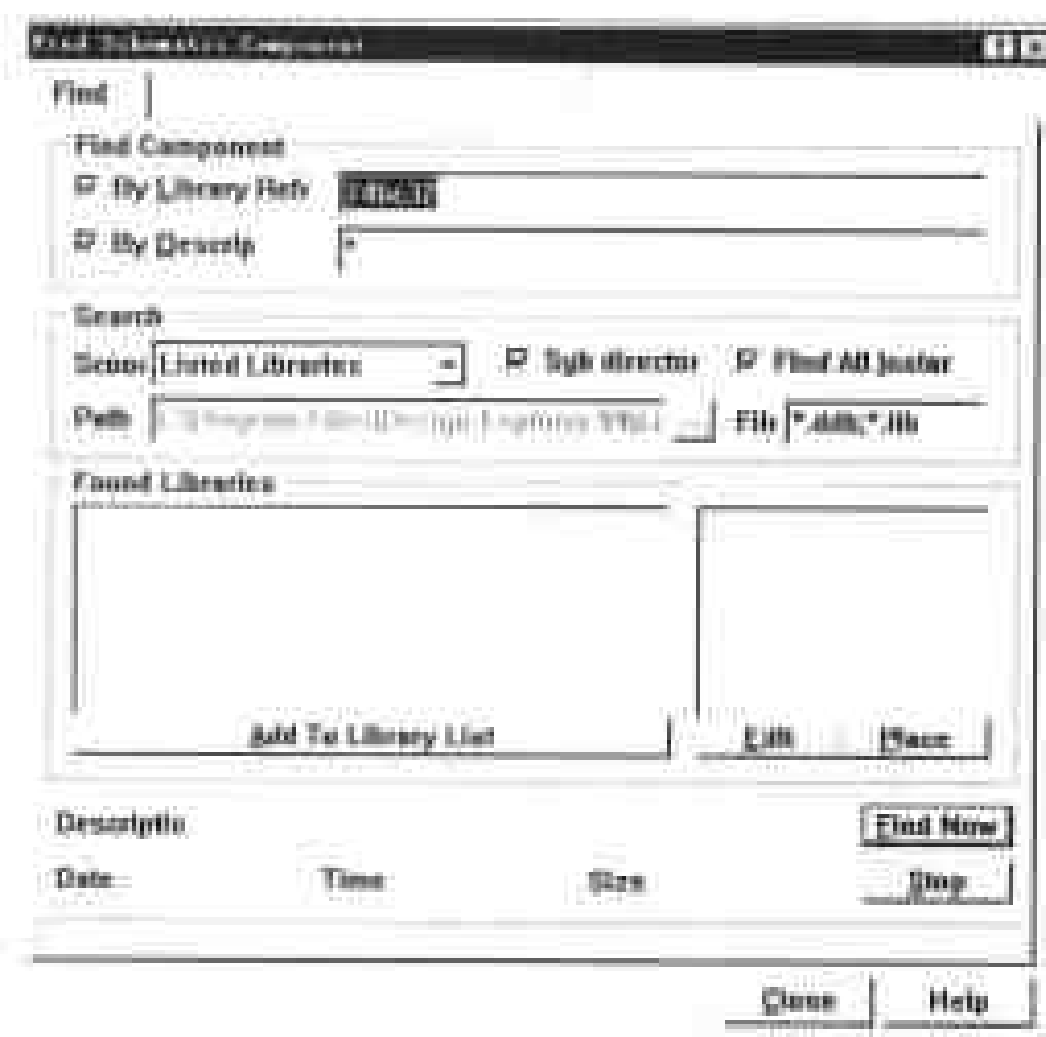

图 2-59 查找元件对话框
(2) Filter: 此设置栏的功能是筛选元件, 并支持通配符“*”。在系统默认情况下, Filter 设置栏是一个“*”号, 表示罗列所选择的元件库中的所有元件, 如果在“*”前输入一个“W”, 然后用鼠标单击元件库, 则可罗列出所有以“W”为开头的元件。
(3) Place: 用于放置元件。单击此按钮后, 光标变成十字形状, 并且在光标上带有所选择的元件, 在适当的位置单击鼠标左键, 则完成元件的放置。按右键则取消元件的放置。也可在元件显示区域中用鼠标左键双击所要选择的元件, 然后完成元件的放置。
(4) Find: 用于元件的查找。它相当于右键快捷菜单里的 Find Component 命令。单击此按钮, 则会弹出如图 2-59 所示的对话框。此对话框有 Find Component、Search、Found Library 和 Components 4 个功能区域。
在图 2-59 所示的对话框中还有 Find Now 和 Stop 两个按钮, 单击 Find Now 按钮, 则系统启动查找程序开始查找, 在查找过程中, 单击 Stop 按钮, 则系统将终止查找。